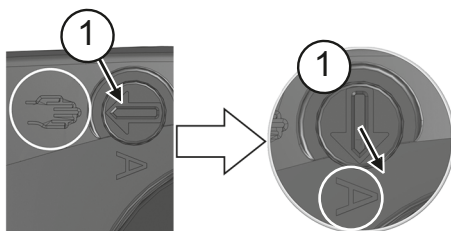

Рис. 18
7. Переключатель режимов (1) снова установить в автоматический режим. Для этого повернуть его отверткой на 90° влево, чтобы шлиц находился в вертикальном положении и кончик стрелки указывал на символ "А" (Рис. 18)